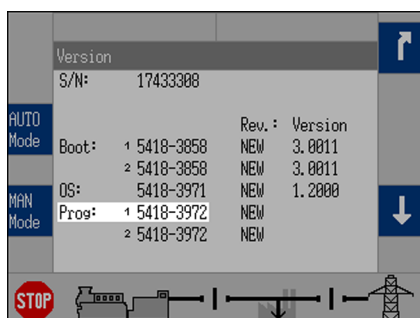

Abb. 17: Versionsanzeige - Bedienfeld
2. Weitere Informationen siehe Abb. 17.